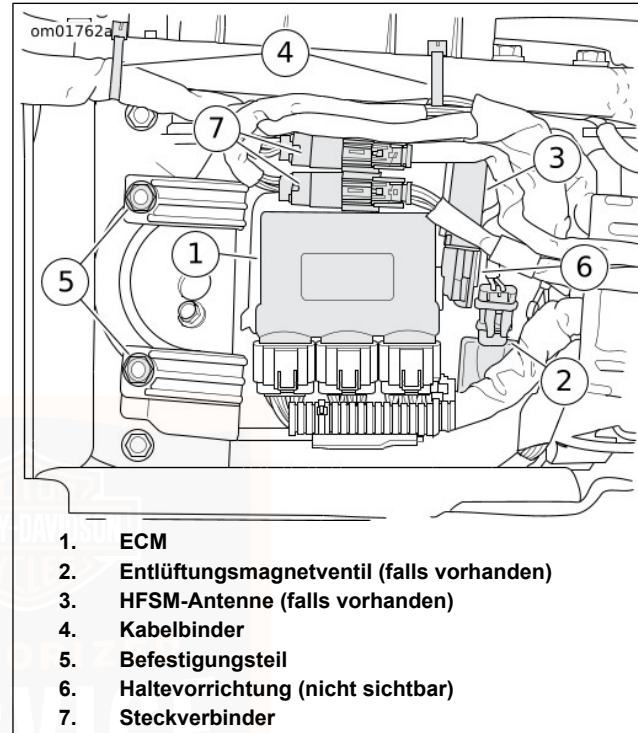

Abbildung 78. Obere Elektriktafel
2. ECM (1) von der oberen Elektriztafel lösen. Beiseiteschieben.
3. Siehe Abbildung 78. Sofern vorhanden, das Entlüftungsmagnetventil (2) nach vorne verschieben, um es von der oberen Elektriztafel zu lösen. Die HFSM-Antenne (3) von der oberen Elektriztafel lösen und aus dem Weg schieben.
4. Steckverbinder (7) von den Fixierungen auf der oberen Elektriztafel lösen.
5. Befestigungsteile (5) entfernen.
6. Kabelbinder durchschneiden (4). Die Kabelbäume verschieben, um mehr Freiraum für die obere Elektriztafel zu erhalten.
6. Siehe Abbildung 78. Die obere Elektriztafel in die Einbaustellung bringen und die Verriegelung in die Niederhaltevorrichtung eingreifen lassen.
7. Die obere Elektriztafel mit Schrauben (5) am Rahmenquerträger befestigen. Auf ein Drehmoment von 8,1–10,9 N·m (72–96 **in-lbs**) anziehen.
8. Falls vorhanden, die HFSM-Antenne (3) und das Entlüftungsmagnetventil (2) auf der oberen Elektriztafel anschließen. Überprüfen, ob alle anderen Steckverbinder und Kabelbäume unter der Befestigungszunge des Entlüftungsmagnetventils verlegt sind.
9. Die Steckverbinder (7) an den Fixierungen auf der oberen Elektriztafel befestigen.
10. ECM (1) auf der oberen Elektriztafel einrasten.
11. Die Kabelbäume mit Kabelbindern (4) am Rahmen befestigen.